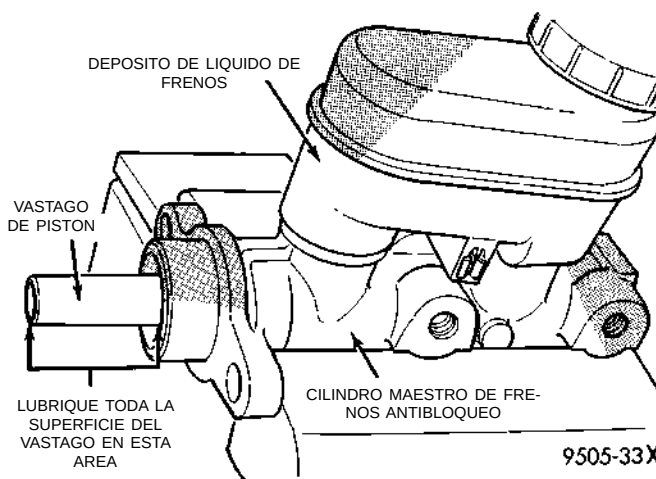

Fig. 120 Lubricación del vástago de pistón del cilindro maestro
(7) Lubrique el vástago de pistón del cilindro maestro como se indica en (Fig. 120). Utilice únicamente **Grasa dieléctrica Mopar—y no sustitutos**. Para obtener el lubricante requerido, consulte el Catálogo de productos químicos Mopar.